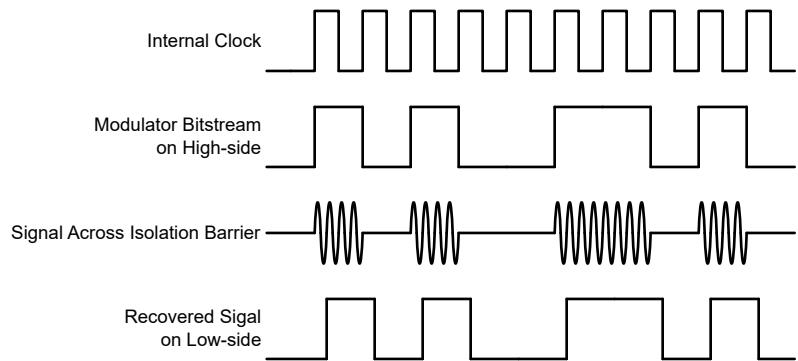

図 7-1. OOK ベースの変調方式
図 7-1 に示されているように、AMC0x30R は、オン / オフ キーイング (OOK) 変調方式を使用して、変調器の出力ビットストリームを、 SiO_2 ベースの絶縁膜間で伝送します。送信ドライバ (TX) をに 機能ブロック図 示します。TX は、内部で生成された高周波キャリアを絶縁バリア越しに送信し、デジタル 1 を表現します。ただし、TX はデジタル 0 を表す信号を送信しません。AMC0x30R で使用されるキャリアの公称周波数は 480MHz です。